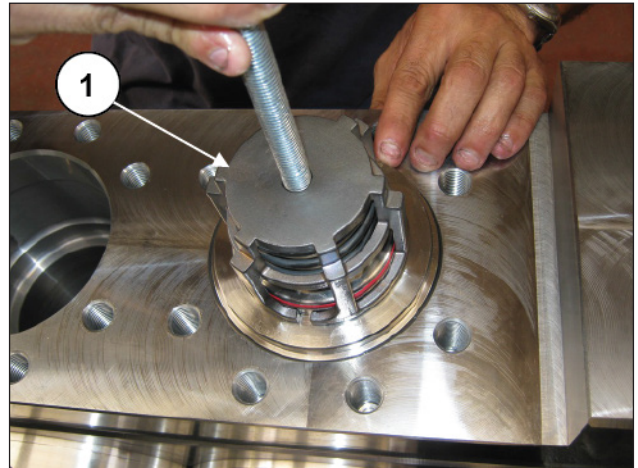

Fig. 170
Extraia o grupo da válvula de descarga, mediante o uso de um extrator de mecanismo de percussão, para aplicar no furo M12 da guia da válvula (pos. ①, Fig. 170).